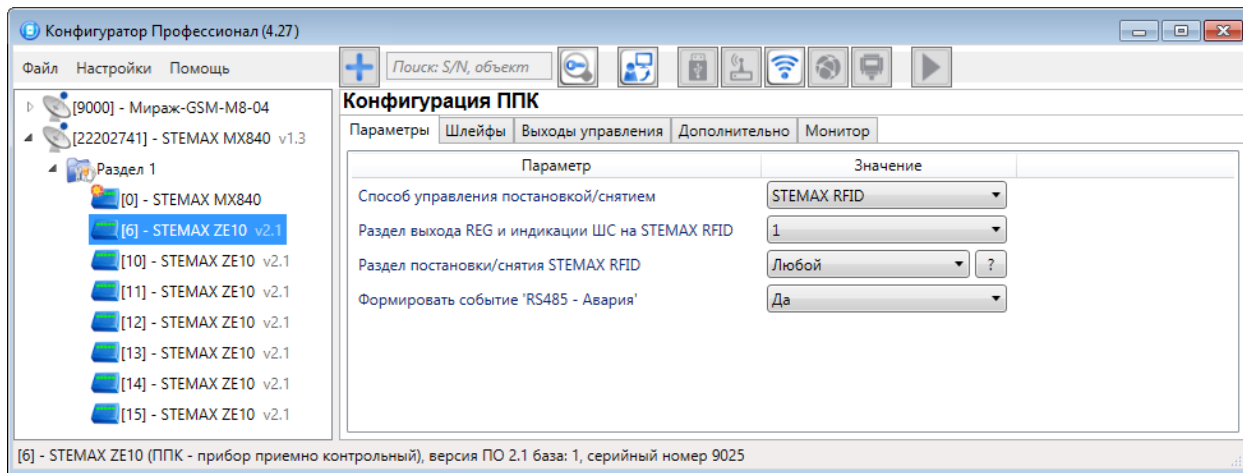

Рисунок 4.6 – Конфигурация СКП, вкладка *Параметры*
- *STEMAX RFID* = подключение бесконтактного считывателя STEMAX RFID, производства НПП "Стелс" (см. рисунок 4.6).